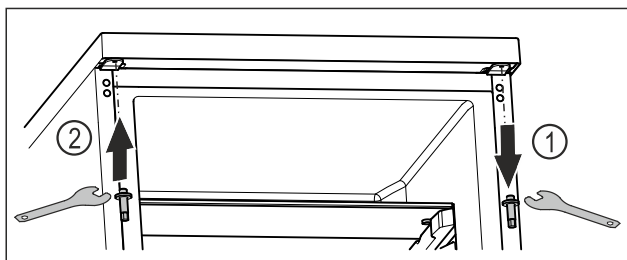

Fig. 18
- Keerake ülemine polt väliskuuskantvõtmega välja. Fig. 18 (1)
- Keerake polt vastasküljel väliskuuskantvõtmega kinni. Fig. 18 (2)